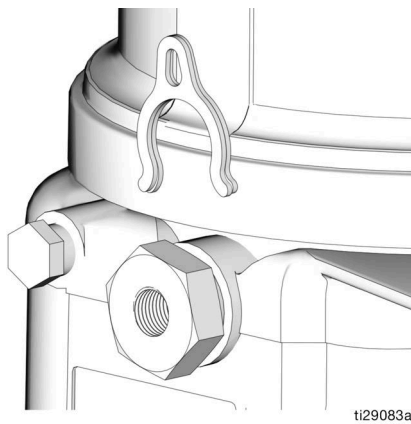

Рис. 18
2. С помощью гаечного ключа ослабьте патрон насоса, поворачивая его против часовой стрелки. Не снимайте патрон целиком. Достаточно только немного отвернуть патрон, чтобы можно было добавить или убрать разделитель (Рис. 18).
Регулировка перекачиваемого объема осуществляется без использования разделителя, с помощью одного (1) или двух (2) разделителей. (Рис. 18).